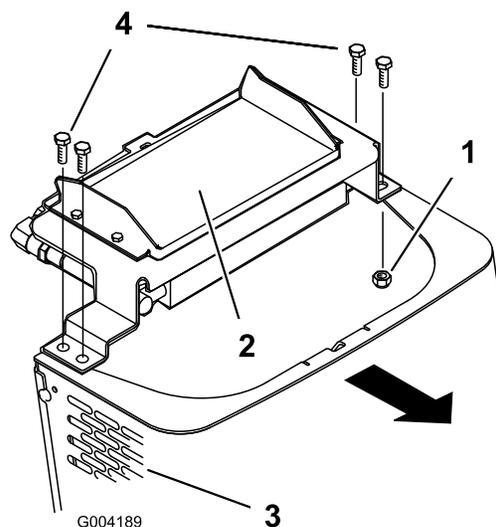

Рисунок 29
6. Снимите ступенчатые болты и гайки, которые крепят масляный радиатор к верху передней решетки (Рисунок 29).